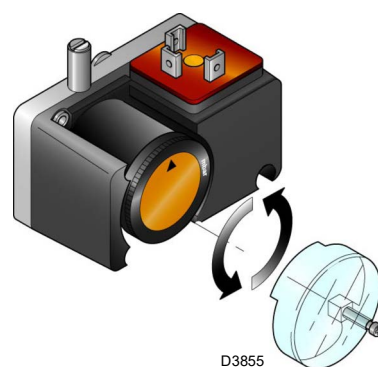

Fig. 29
- Régler le pressostat gaz seuil minimum (Fig. 29 à la page 31) en début d'échelle.
Effectuer le réglage du pressostat gaz seuil minimum (Fig. 29) après avoir effectué tous les autres réglages du brûleur avec le pressostat réglé en début d'échelle.
Effectuer le réglage du pressostat gaz seuil minimum (Fig. 29) après avoir réglé le brûleur, les vannes de gaz et le stabilisateur de rampe.